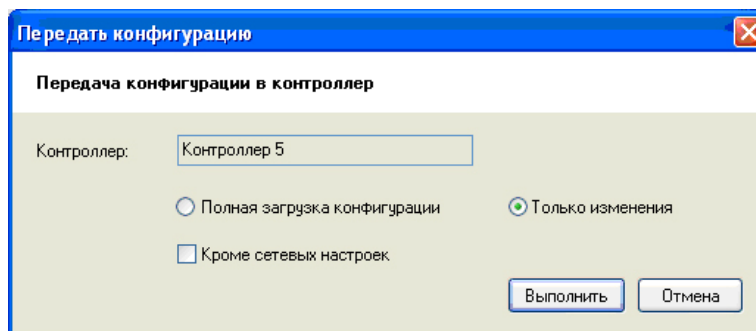

Рисунок 27
- 14) В окне "Выбор контроллера" выберите запись с исходным адресом и нажмите кнопку "Выбрать". На экране появится окно выбора типа загрузки данных (см. Рисунок 27).
- 15) В окне "Передача конфигурацию" выберите "Только изменения", убедитесь, что НЕ отмечена кнопка "Кроме сетевых настроек и параметров авторизации" (см. Рисунок 27) и нажмите кнопку "Выполнить".